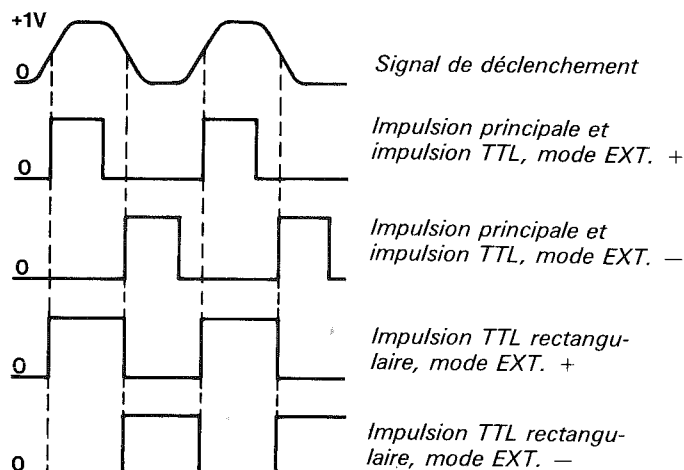

Fig. 6.7. Déclenchement externe
- Choisir le déclenchement à la pente positive ou négative du signal en mettant le commutateur REPETITION TIME sur EXT+ ou EXT-. Régler la durée sur 10 μ s. Se référer à la fig. 6.7.
- Observer que les impulsions de sortie ont le même temps de répétition que le signal de déclenchement mais une durée d'impulsion égale à celle réglée avec les commandes DURATION. Fig. 6.7.
- Observer un signal de sortie similaire à la fig. 6.7. Le temps de répétition est le même que pour le signal de déclenchement mais la durée d'impulsion est réglée avec la commande DURATION.
- Remarquer que le temps de répétition et la durée sont déterminées par le signal de déclenchement. Se référer à la fig. 6.7.